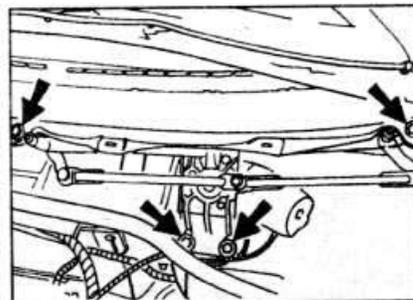

Рис. 12.64. Расположение болтов крепления стеклоочистителя.
- Отвинтите 4 болта крепления стеклоочистителя и извлеките стеклоочиститель. Отсоедините от стеклоочистителя электрический разъем (см. рис. 12.64).